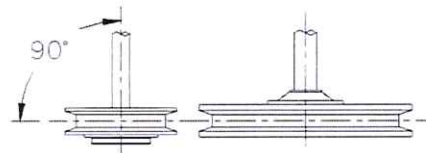

Figura 13
4. Para alinear la correa, coloque una regla contra la cara de la polea del compresor (volante) tocando el borde en dos lugares. (Figura 13)